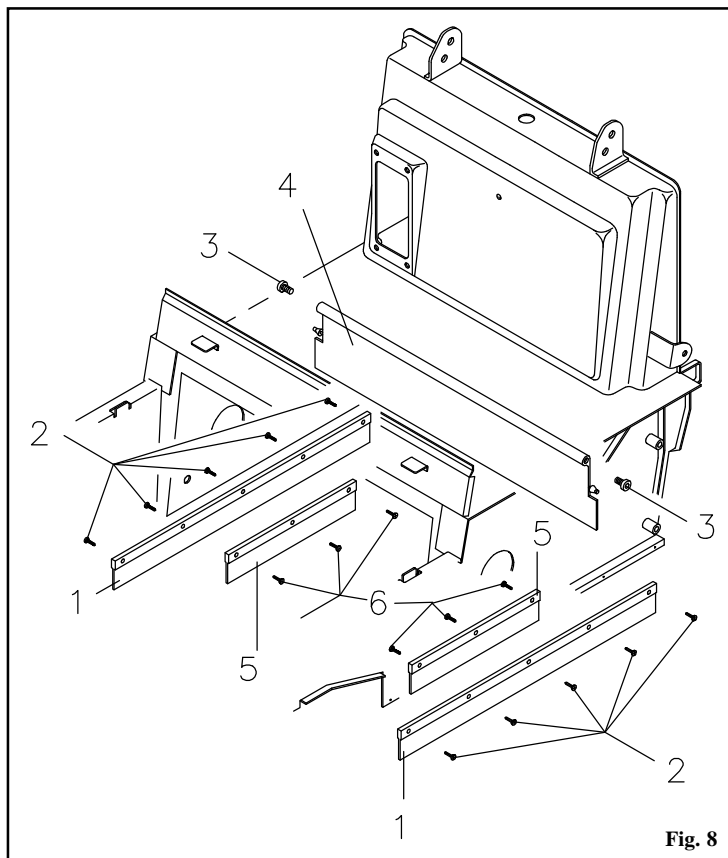

Fig. 8
Per sostituire i flap laterali **pos. 1 Fig. 8** togliere le ruote posteriori ed i relativi carter laterali. Svitare le viti di fissaggio dei flap al telaio **pos. 2 Fig. 8** e sostituirli con quelli nuovi.
Per sostituire i flap laterali interni **pos. 5 Fig. 8** sollevare la parte anteriore della macchina e svitare le viti **pos. 6 Fig. 8** di fissaggio dei flap al telaio. Sostituirli con quelli nuovi.
- Svitare i due perni di fissaggio flap **pos. 3 Fig. 8** posti ai lati del telaio.
- Afferrare e tirare il flap **pos. 4 Fig. 8** verso l'esterno della macchina.